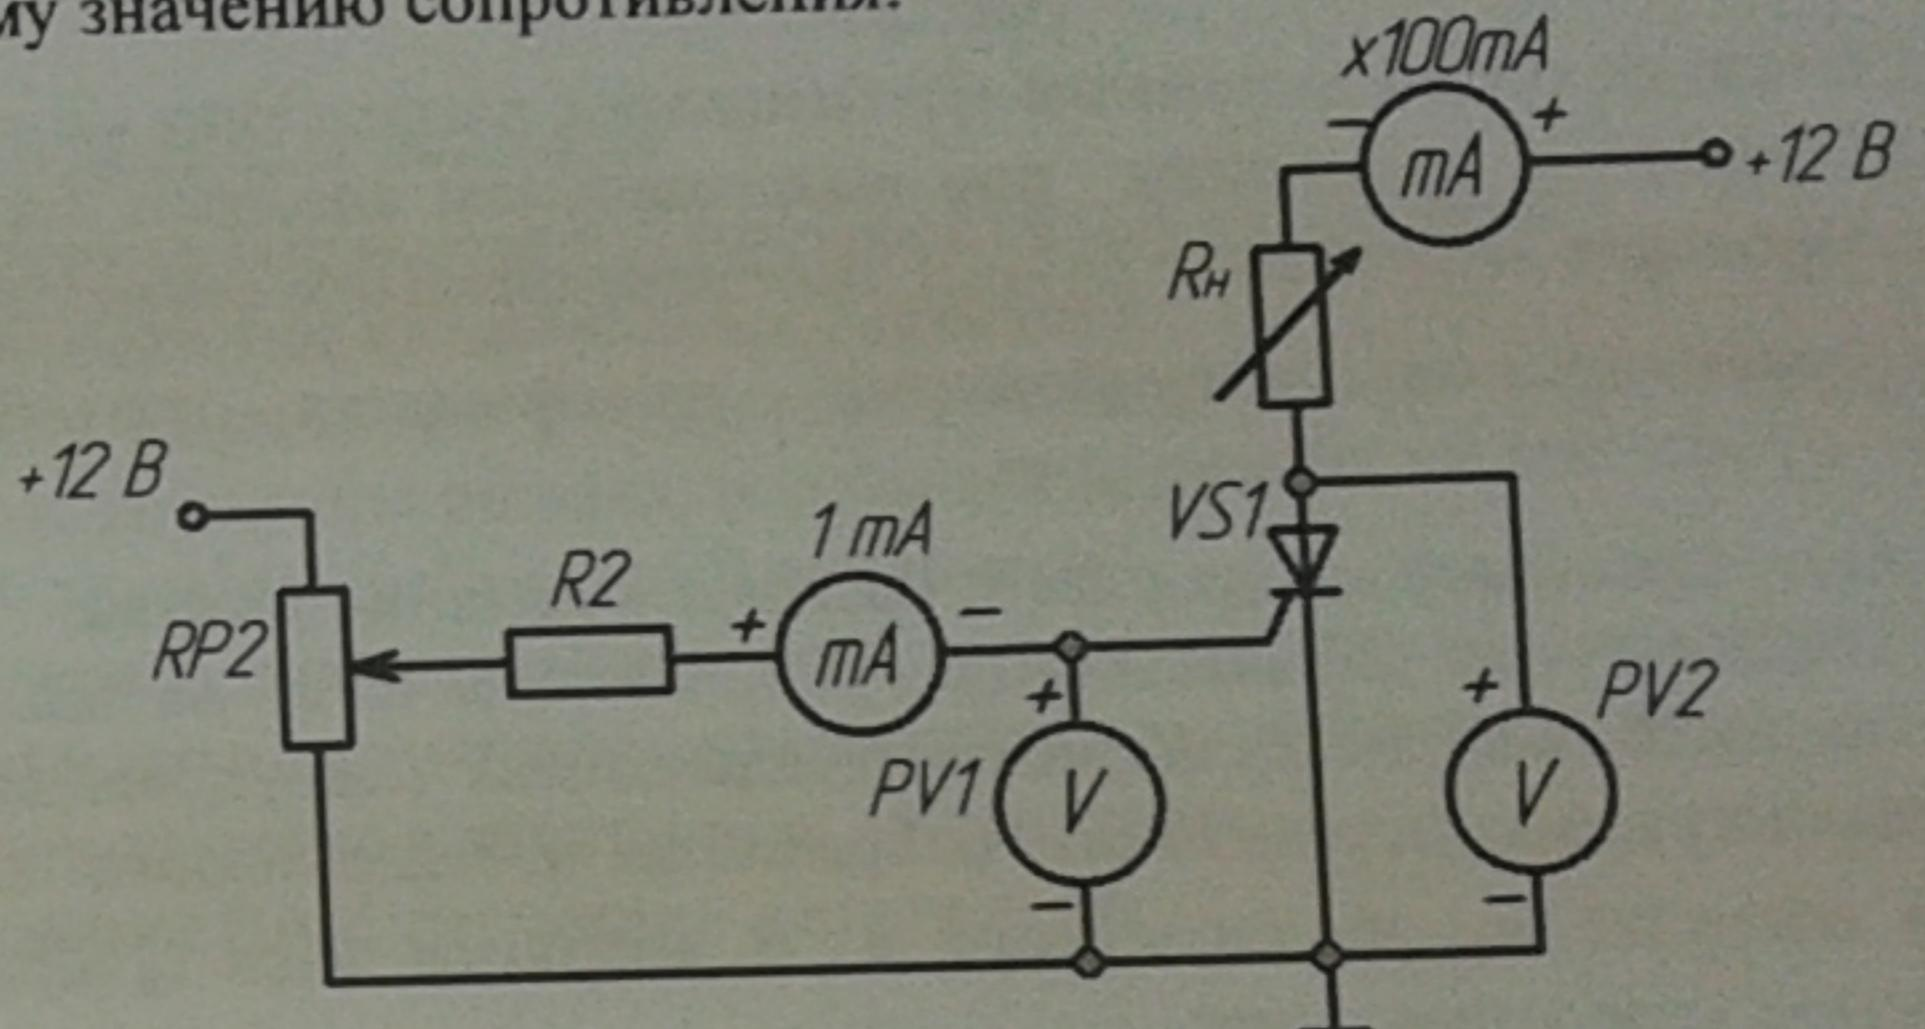

Рис. 1
- собрать схему для исследования тиристора на постоянном токе в соответствии с рис. 1. Регулятор  $RP1$  перевести в положение «0», соответствующее минимальному значению сопротивления.